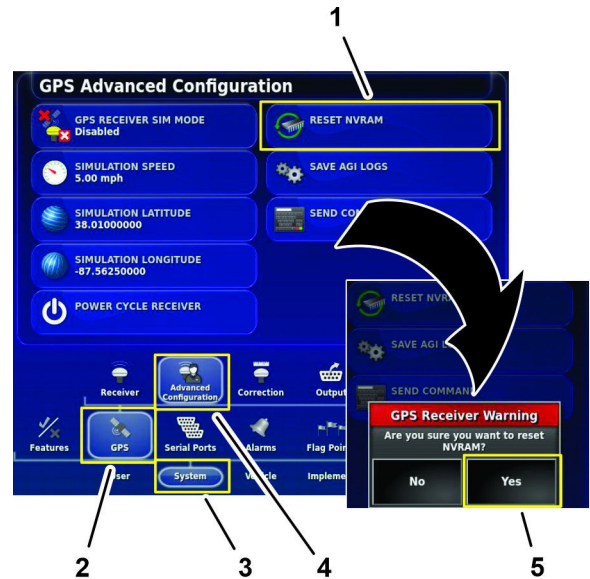

Figura 284
1. En la pantalla Configuración, pulse el icono SISTEMA, el icono GPS y el icono CONFIGURACIÓN AVANZADA (Figura 284).
2. En la pantalla Configuración avanzada del GPS, pulse el icono REINICIAR NVRAM (Figura 284).
3. En el cuadro de diálogo Advertencia recepción GPS, pulse el icono Sí (Figura 284).